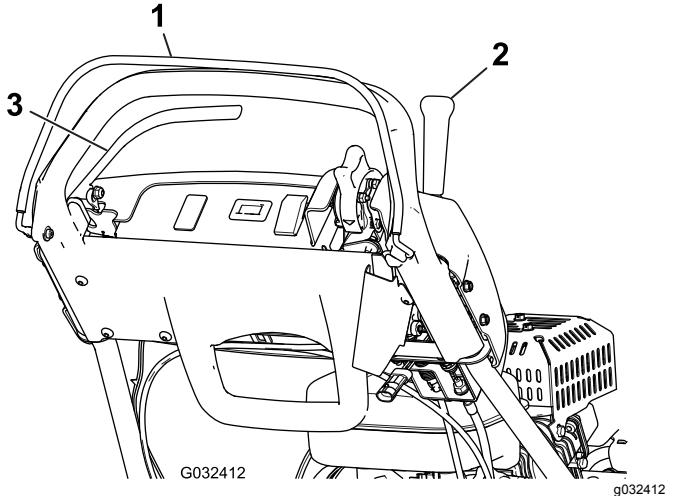

Figura 29
3. Con el CPO quitado, intente engranar la palanca de tracción (**Figura 29**). La palanca de tracción **no debe** engranarse. Si la palanca de tracción se engrana, es necesario ajustar el sistema de interruptores de seguridad. Corrija el problema antes de usar la máquina; consulte **Mantenimiento del interruptor de seguridad de la tracción** (página 34).
4. Con el CPO apretado y la palanca de tracción engranada, suelte el CPO (Figura 29). La palanca de tracción **debe** desengranarse. Si la palanca de tracción no se desengrana, es necesario ajustar el sistema de interruptores de seguridad. Corrija el problema antes de usar la máquina; consulte Mantenimiento del interruptor de seguridad de la tracción (página 34).
5. Con el CPO apretado y la palanca de cambios hacia la izquierda, engrane la tracción y el molinete, y suelte el CPO (Figura 29). La palanca de tracción **debe** desengranarse. Si la palanca de tracción no se desengrana, es necesario ajustar el sistema de interruptores de seguridad. Corrija el problema antes de usar la máquina; consulte Mantenimiento del interruptor de seguridad de la tracción (página 34) o Ajuste del control del molinete (página 37).
6. Con el CPO presionado y la palanca de cambios hacia la izquierda para engranar la tracción y el molinete, mueva la palanca de cambios a la derecha para desengranar la transmisión del molinete (Figura 29). La transmisión del molinete **debe** desengranarse. Si la transmisión del molinete no se desengrana, es necesario ajustar el sistema de interruptores de seguridad. Corrija el problema antes de usar la máquina;
2. Con el CPO apretado, la palanca de tracción engranada y los controles del motor en la posición de arranque (Figura 29), intente arrancar el motor. El motor **no debe** arrancar. Si el motor arranca, es necesario ajustar el interruptor de seguridad. Corrija el problema antes de usar la máquina; consulte Mantenimiento del interruptor de seguridad de la tracción \(página 34\).
2. Con la palanca de tracción desengranada, el freno de servicio puesto y los controles del motor en la posición de arranque (Figura 29), intente arrancar el motor. El motor **debe** arrancar. Si el motor no arranca, es necesario ajustar el interruptor de seguridad. Corrija el problema antes de usar la máquina; consulte Mantenimiento del interruptor de seguridad del freno \(página 34\).
3. Con el motor en marcha, ponga el freno de servicio (no seguro del freno de estacionamiento), apriete el CPO y engrane la palanca de tracción (Figura 29). El motor debe trabajar para superar el efecto del freno, pero no debe pararse. Si el motor se para inmediatamente, es necesario ajustar el interruptor de seguridad. Corrija el problema antes de usar la máquina; consulte Mantenimiento del interruptor de seguridad del freno \(página 34\).
4. Con el motor en marcha, ponga el seguro del freno de estacionamiento, apriete el CPO y engrane la palanca de tracción (Figura 29). El motor **debe** apagarse. Si el motor no se para, es necesario ajustar el interruptor de seguridad. Corrija el problema antes de usar la máquina; consulte Mantenimiento del interruptor de seguridad del freno \(página 34\).